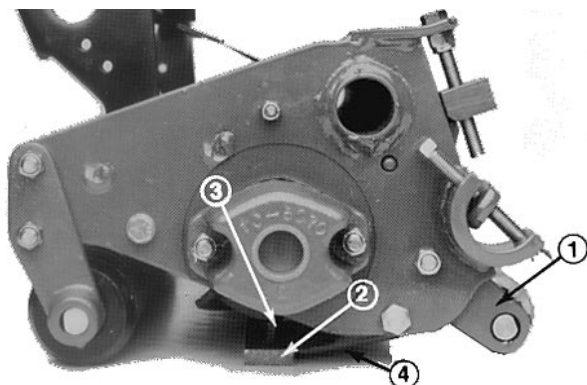

Fig. 6
2. Anbring en 6,4 mm eller tykkere plade under knivene og mod bundknivens skær (Fig. 6). Bagrullen må ikke være i kontakt med overfladen.